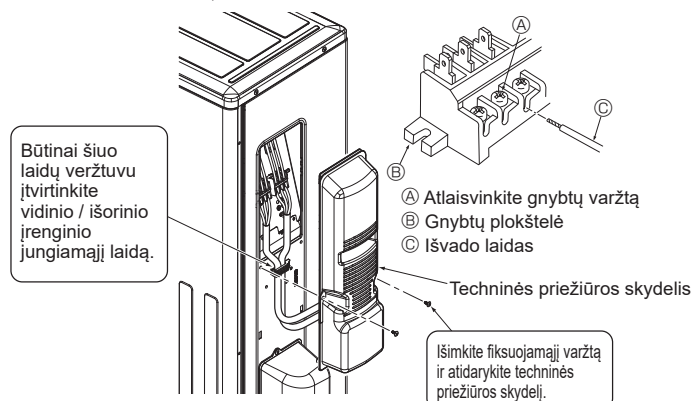

Fig. 6-3
6.1. Išorinis įrenginys (Fig. 6-1, Fig. 6-2, Fig. 6-3)
- ① Nuimkite techninės priežiūros skydelį.
- ② Prijunkite laidus pagal Fig. 6-1, Fig. 6-2 ir Fig. 6-3.